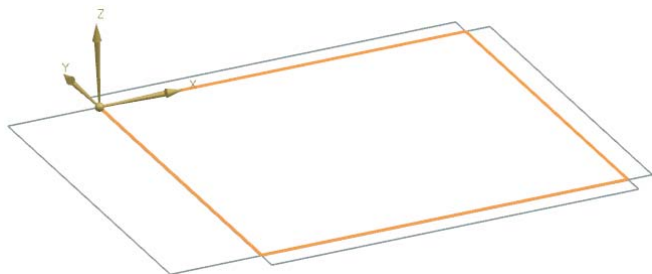

图 11-91 选择草图工作平面
(3) 在“创建草图”对话框中，选择草图工作平面，如图 11-91 所示，单击按钮。